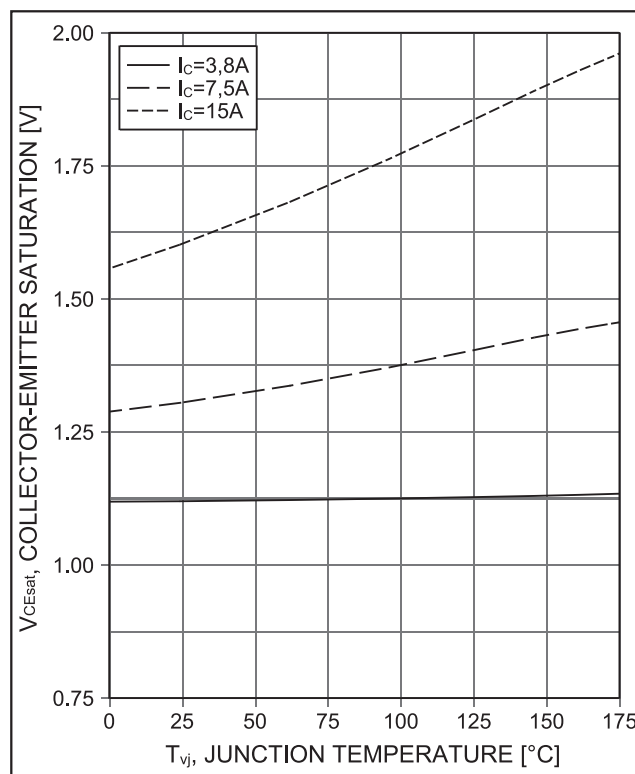

Рис. 2. Зависимости напряжения насыщения транзистора IKA15N65F5 от температуры кристалла при различных токах коллектора
- V_{CEsat} ($U_{KЭ\text{ на с}}$) — напряжение насыщения «коллектор-эмиттер» (Collector-emitter Saturation Voltage), очень важных параметров IGBT, над снижением этого параметра работают все ведущие производители полупроводниковых приборов. Напряжение насыщения напрямую влияет на эффективность (КПД) схем, в которых используются приборы. В спецификациях IGBT напряжение насыщения обычно приведено при максимальных значениях тока коллектора и различных температурах кристалла (корпуса) прибора. На рис. 2 приведены зависимости напряжения насыщения транзи-